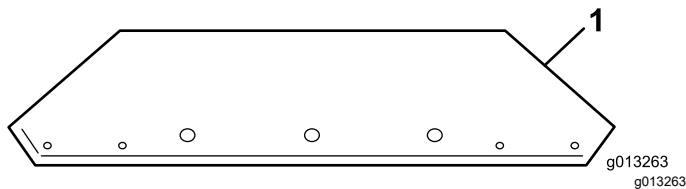
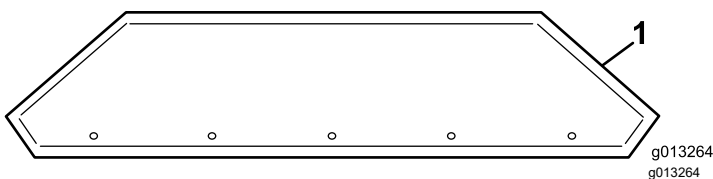

Рисунок 13
Рисунок 14
- Извлеките удлинители бункера из транспортировочного контейнера, определите передний и задний удлинитель (Рисунок 13 и Рисунок 14).